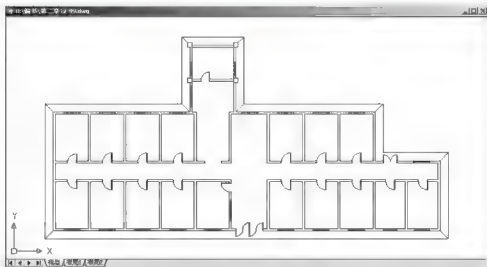

图 2.99 形成所有门窗
(5) 用前面已经学过的【阵列】、【复制】和【镜像】命令, 将绘制出的门窗复制到其洞口内并修改门扇的开启方向, 结果如图 2.99 所示。